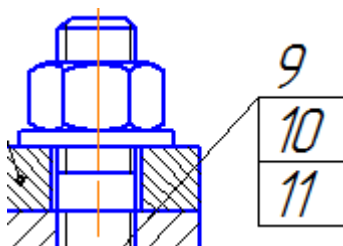

Рисунок27 – Окончательное изображение номеров позиций
11. Повторите действия для Шайбы, подобно описанным в п.п. 8, 9, 10. Номер позиции с полочкой на шайбу автоматически добавится к существующим (Рисунок27).